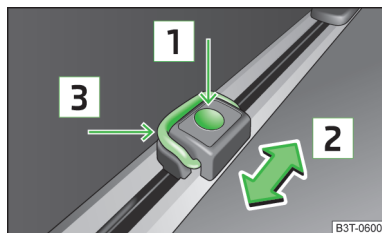

Fig. 102
- Appuyez sur la touche [1] » fig. 102 et faites coulisser en même temps l'œillet d'arrimage dans la position souhaitée dans le sens de la flèche [2].
- Rabattez l'étrier [3] » fig. 102 vers le haut et montez par ex. le filet de fixation.